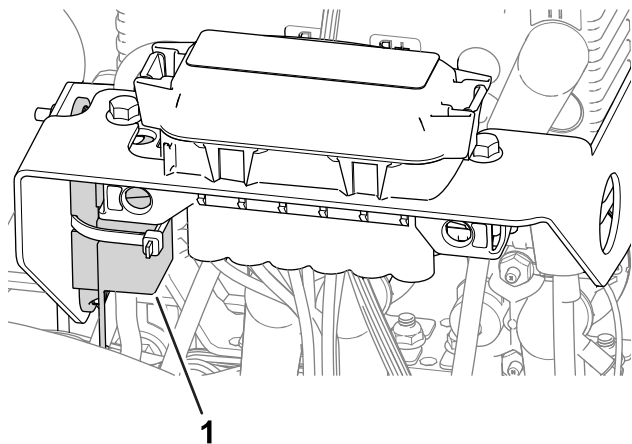

Figura 45
- Sigurana pentru motorul roii din stânga (60 A) se află sub capacul din partea stângă a mainii, lângă siguranțele circuitului de acionare a cilindrului (Figura 45).